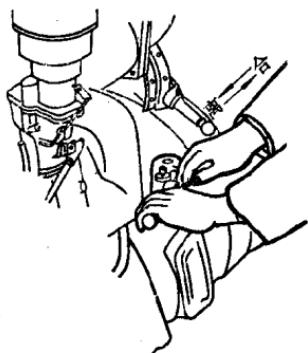

图 1-8 接合杆向后拉
(2) 起动后，使起动机低速运转平稳，然后扳开弯杆，使节气门拉杆处于自由状态，并适当开大阻风门，让起动机高速运转。
(3) 将接合手柄向后拉，使起动机小齿轮与发动机飞轮齿圈平稳结合(图1-8)。